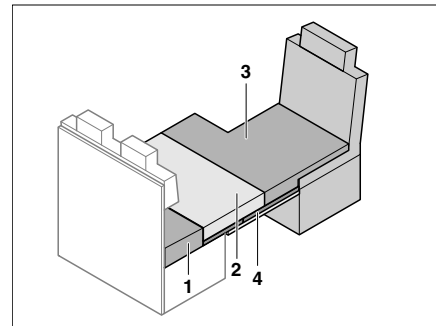

Fig. 193 Après la transformation
- Placer le coussin supplémentaire (Fig. 193,3) sur le siège conducteur.
- Placer le coussin d'assise (Fig. 193,2) sur le support pour lit de secours.